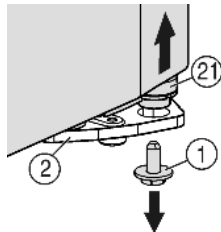
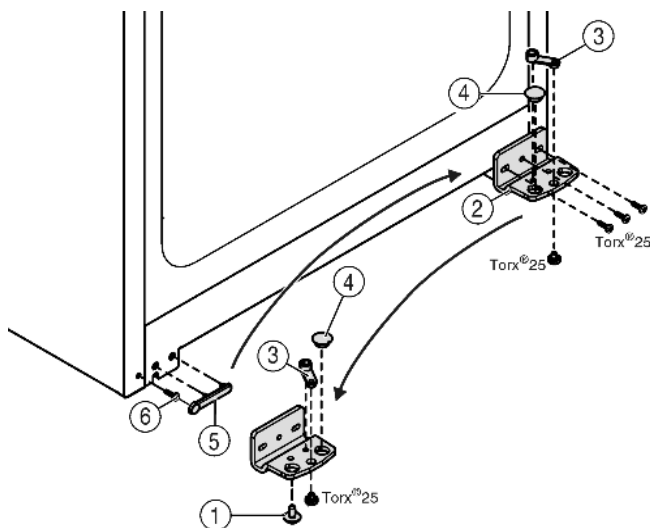

Fig. 4
Fig. 5
- ▶ Внизу справа на опорном кронштейне выкрутите фиксирующий винт *Fig. 4 (1)*.
- ▶ Опорный палец *Fig. 4 (21)* можно извлечь из опорного кронштейна *Fig. 5 (2)*.
- ▶ Если установочный винт *Fig. 4 (21)* не откручивается, его можно вынуть, нажав на него снизу.
- ▶ Открутите опорный кронштейн *Fig. 5 (2)*.
- ▶ Открутите опорную деталь *Fig. 5 (3)* и, переставив в отверстие на противоположной стороне опорного кронштейна, снова прикрутите.
- ▶ Извлеките заглушку *Fig. 5 (4)* из опорного кронштейна и переставьте ее в отверстие на противоположной стороне опорного кронштейна.
- ▶ Осторожно снимите крышку со стороны ручки *Fig. 5 (5)*.
- ▶ Выкрутите болт *Fig. 5 (6)* и вкрутите на противоположной стороне.
- ▶ Снова установите крышку *Fig. 5 (5)*.
- ▶ Снова прикрутите опорный кронштейн *Fig. 5 (2)* на новой стороне шарнира (**с моментом 4 Нм**). При необходимости используйте аккумуляторный шурупверт.
- ▶ Вкрутите фиксирующий винт *Fig. 4 (1)* внизу в опорный палец и затяните (**с моментом 4 Нм**).